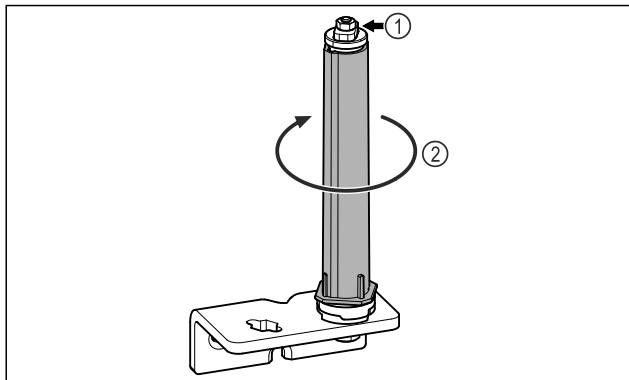

Fig. 18
- ▶ Не разглобявайте затварящата система на вратата Fig. 18 (1).
- ▶ Въртете затварящата система Fig. 18 (2), докато тя щракне.